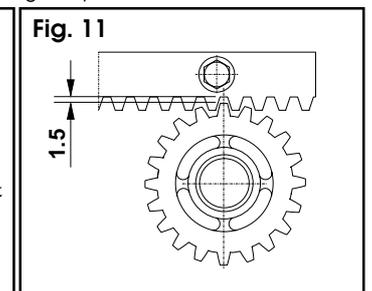

Fig. 11
*Atención*: En caso de cancelas nuevas, controlar el juego (fig. 11) unos meses después de la instalación.